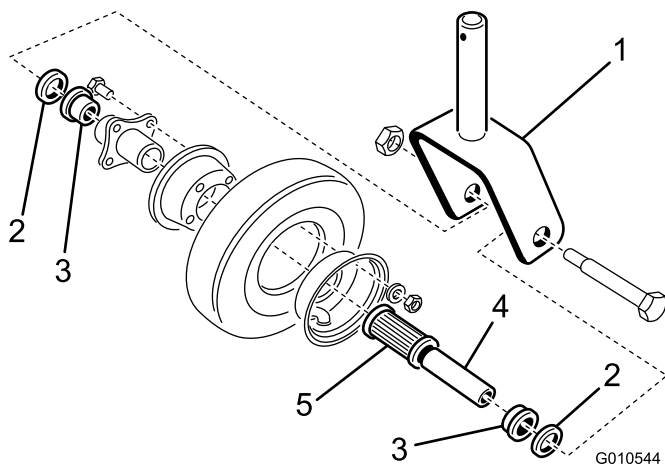

Figura 19
1. Retire la contratuerca del perno que sujeta el conjunto de la rueda giratoria en la horquilla (Figura 19). Sujete la rueda giratoria y retire el perno de la horquilla.
2. Inclíne la rueda a un lado y deje que salga el casquillo intermedio (Figura 19).
3. Retire uno de los retenedores del cojinete del cubo de la rueda y deje que salga el cojinete. Retire el retenedor del cojinete del otro lado del cubo de la rueda (Figura 19).